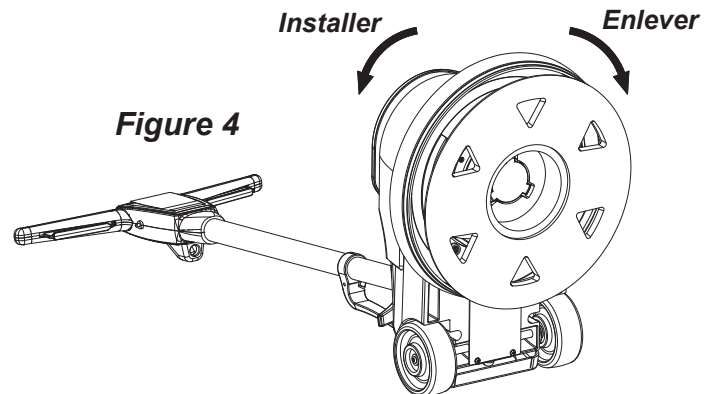

Figure 4
7. Pour déposer la brosse (ou l'accessoire choisi), la débloquer en la faisant pivoter dans le sens anti-horlogique, puis la retirer (voir Figure 4).